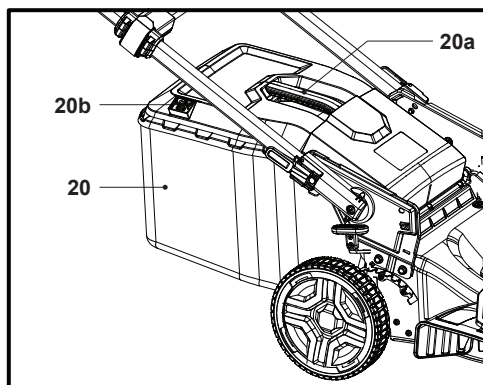

Fig. 13
2. Lorsque la trappe (20b) est fermée, le bac de ramassage (20) est plein et doit être vidé (Fig. 13).